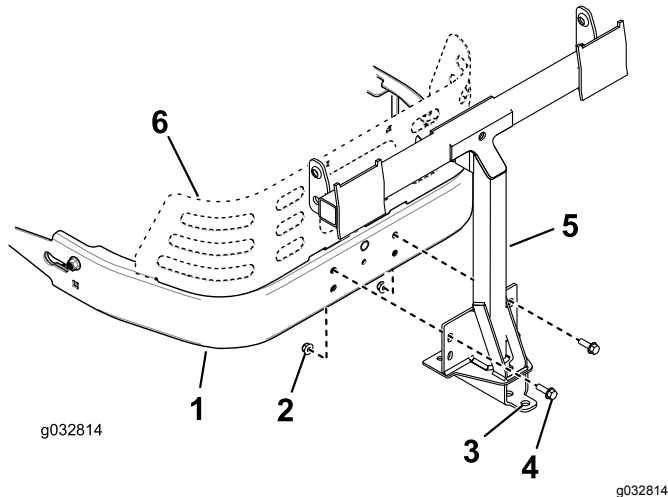

Bild 15
1. Befestigen Sie den Drehrahmen an der Maschine, wie in Bild 15 abgebildet. Befestigen Sie den Drehrahmen mit zwei Schrauben (5/16" x 1") und zwei Sicherungsmuttern (5/16") am Maschinenrahmen.